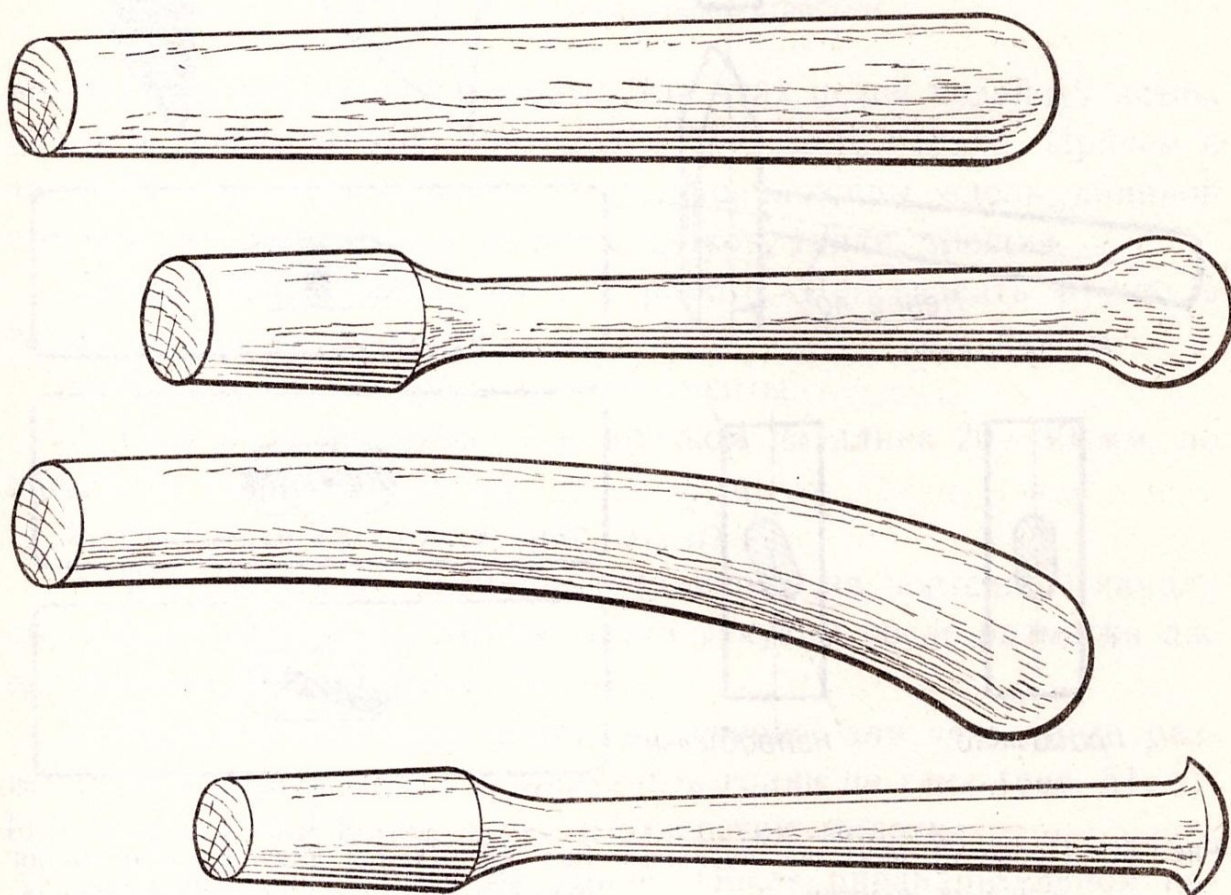

Рис. 54. Формы ручек для молотков.
1. Ручка молотка может иметь различную форму (рис. 54) в зависимости от его назначения и размеров отверстия.